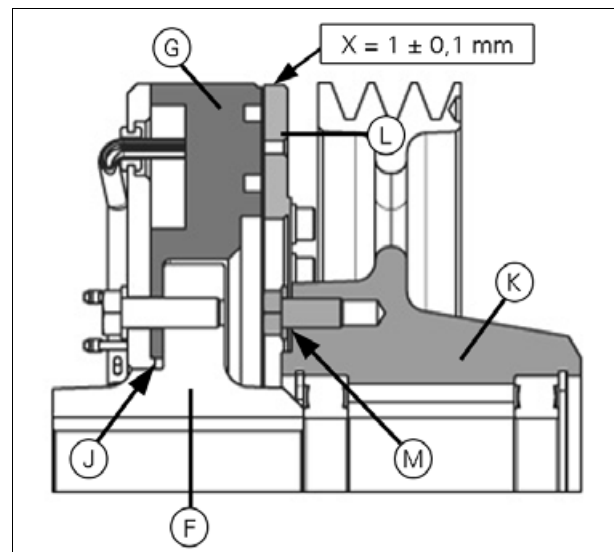

Рис. 7.
**ВАЖНО:** После сборки убедитесь, что зазор (X) равен  $1 \text{ мм} \pm 0,1 \text{ мм}$ .
- Регулировка производится путем снятия или установки прокладок между ступицей (J) и диском муфты (K) и (L).
- Если невозможно выставить необходимый зазор, поскольку недостаточно прокладок для снятия, необходимо снять некоторое количество материала со ступицы (J) согласно схеме (рис. 7).